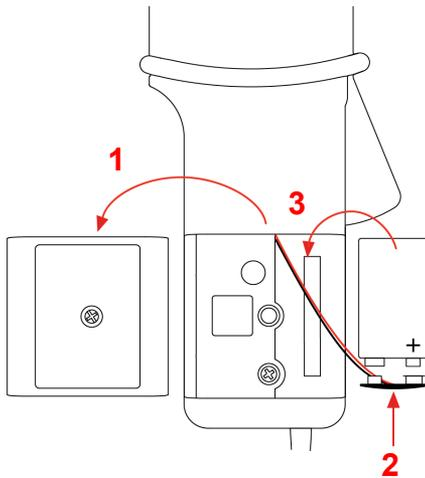

Figure 3
1. À l'aide d'un tournevis, retirez le couvercle du compartiment de la batterie (1) à l'arrière du boîtier (voir la figure 3).
2. Connectez la batterie au connecteur encliquetable (2) en respectant la polarité.
3. Placez la batterie dans son compartiment (3).